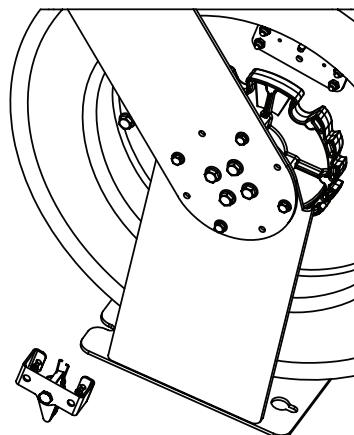

Fig 6
- With the hose fully wound on the spool and the hose stopper touching the rollers, remove the screws (1) (fig. 6).
- Unscrew the ratchet shaft (2) and remove the ratchet assembly.
- Se till att slangen är helt upprullad och slangstoppet är i kontakt med utloppsrullarna. Ta bort skruvorna (1) (fig 6).
- Skruta bort spärrens axel (2) och tag bort den kompletta spären.
- Lösen Sie die Schrauben (1) bei eingezogenem Schlauch, wobei der Schlauchstopper auf den Schlauchführungsrollen aufsitzt (Abb. 6).
- Lösen Sie das Sperrklinkenlager (2) und ziehen Sie das komplette Bauteil ab.